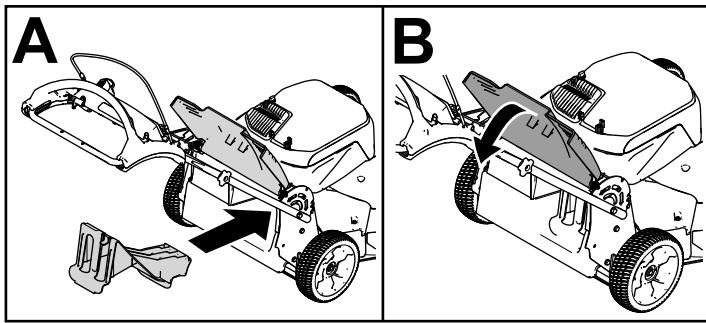

Figura 17
- Se o bujão de descarga traseira não estiver instalado, agarre-o pelo manípulo, elevando o defletor traseiro e insira-o na calha de descarga traseira até que encaixe no sítio; consulte Figura 17.
**Importante:** Certifique-se de que o bujão de descarga traseiro está no lugar antes de reciclar as aparas de relva (Figura 17).